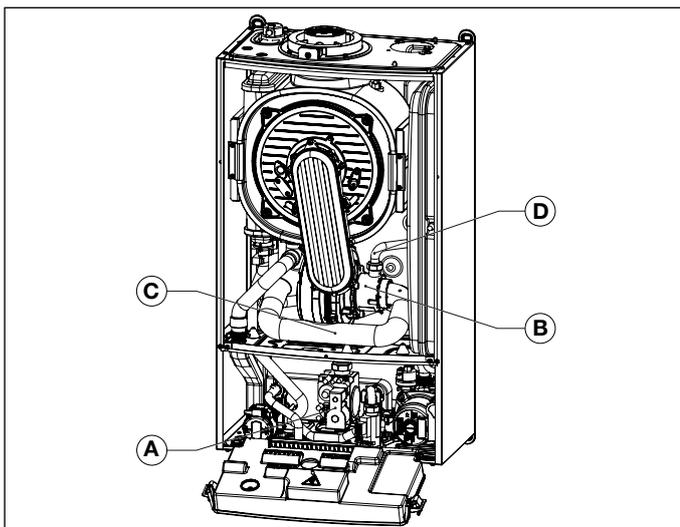

Abb. 23 Ansaugrohr
- Das Ansaugrohr für die Verbrennungsluft demontieren (siehe Abb. 23 Ansaugrohr).
- Verschraubung der Gasleitung von der Mischeinrichtung lösen (siehe Abb. 23 Ansaugrohr).